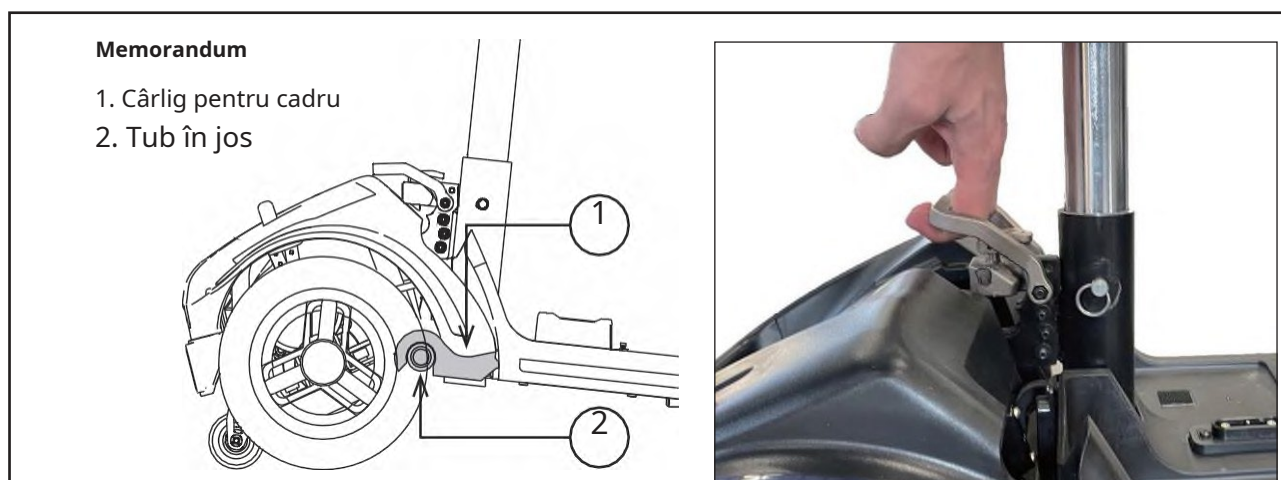

Figura 8. Pârghia de eliberare a cadrului
ATENȚIE - Înainte de a încerca asamblarea, înclinați jumătatea din spate a scuterului de mobilitate ușor înapoi pe roțile auxiliare care nu se inversează, așa cum se arată în Figura 8.
3. Separați încet cele două părți ale scaunului cu roțile. Vedeți Figura 8.
1. Folosiți pârghia de eliberare a cadrului frontal pentru a ridica cadrul frontal în timp ce aliniați cârligele cadrului frontal cu tubul cadrului din spate. Vedeți Figura 8.
2. Odată ce cârligele sunt peste tubul cadrului din spate, coborâți cadrul din față și rotiți cadrul din spate în același timp. Aceasta va bloca automat conexiunea cadrelor. Vedeți Figura 8.